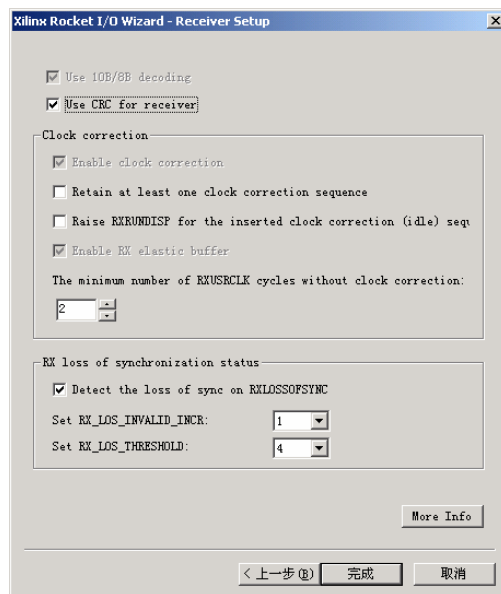

图2-110 Rocket IO 参数设置之三
8. 单击 **下一步(N) >** 按钮，设置时钟纠错和接收机失步处理方式等参数，如图 2-110 所示。